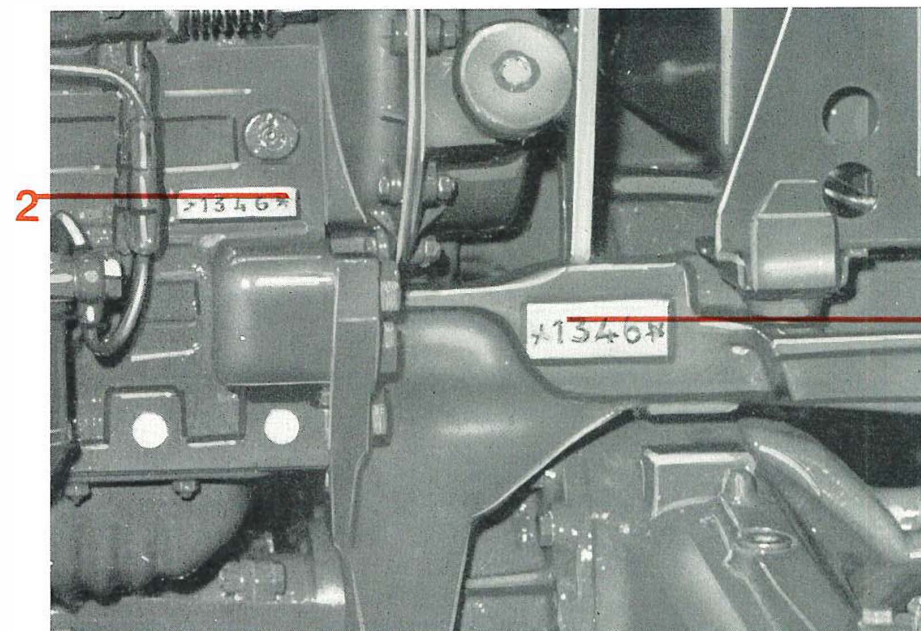

fig. 3
1. le numéro de série du véhicule (voir 1 fig. 3)
2. le numéro de série du moteur (voir 2 fig. 3)